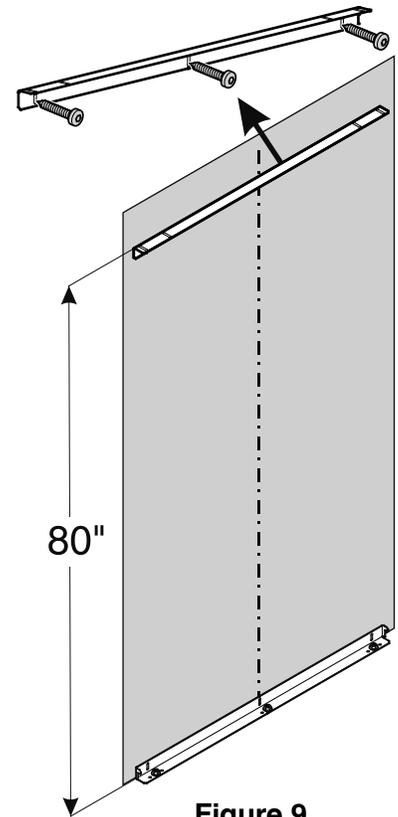

Figure 9
1. Monter l'équerre anti-basculément fournie contre le mur à l'aide de vis 6 x 60 (Figure 9).